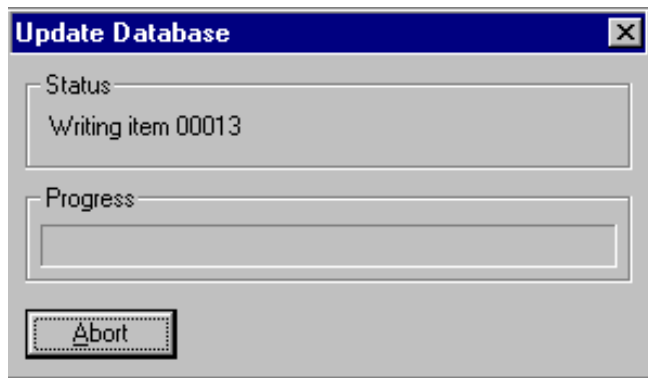

Fig. 13.41
- Un indicateur de progression apparaît et reste affiché jusqu'à ce que la mise à jour soit achevée. Voir Fig. 13.41.
REMARQUE: On peut arrêter la restauration en appuyant sur Abort dans l'indicateur de progression (Fig. 13.41).